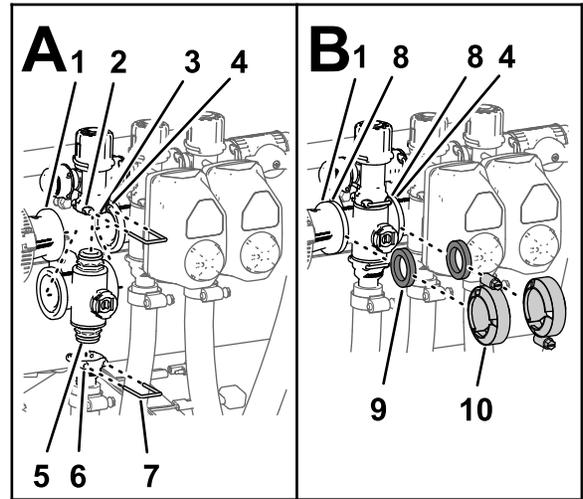

图83
- 将歧管阀的上端盖接头插入旁通阀接头 图83 A。
- 将卡环插入旁通阀接头的插槽从而将端盖接头固定至旁通阀接头 图83 A。
- 将出口接头组装到歧管阀的下端盖接头上 图83 B。